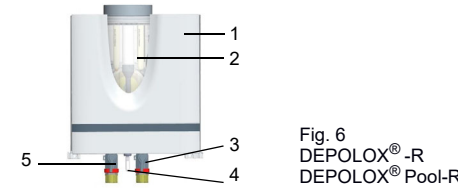

Fig. 6
- Bevor der Zellenkörperdeckel abgenommen wird, muss bei der druckfesten Ausführung immer zuerst der Gegendruck im Zellenkörper über die Entleerung/Probeentnahme (Fig. 6 - 4) abgelassen werden.
- 1 Absperrkugelhahn am Messwasserzulauf (Fig. 6 - 5) schließen.
- 2 Bei der druckfesten Ausführung den Absperrkugelhahn am Messwasserablauf (Fig. 6 - 3) schließen.
- 6 Absperrkugelhahn am Messwasserzulauf (Fig. 6 - 5) wieder öffnen.
- 7 Bei der druckfesten Ausführung Absperrkugelhahn am Messwasserablauf (Fig. 6 - 3) wieder öffnen.
- 3 Die Entleerungsschraube an der Probeentnahme-Einheit (Fig. 6 - 4) öffnen und Zellenkörper entleeren.
- 5 Wenn der Zellenkörper (Fig. 6 - 2) leer ist, Entleerungsschraube (Fig. 6 - 4) wieder schließen.
- 6 Gehäuseabdeckung des Durchfluss-Moduls (Fig. 6 - 1) abnehmen.
- 12 Absperrkugelhahn am Messwasserzulauf (Fig. 6 - 5) wieder öffnen.
- 13 Bei der druckfesten Ausführung Absperrkugelhahn am Messwasserablauf (Fig. 6 - 3) wieder öffnen.
- 14 Gehäuseabdeckung des Durchfluss-Moduls (Fig. 6 - 1) wieder aufsetzen.
- Before the cell body cover is removed, the back pressure in the cell body must always be released via the drainage/sampling (Fig. 6 - 4) in the pressurised version.
- 1 Close the shut-off ball valve on the sample water inlet (Fig. 6 - 5).
- 2 On the pressurized version, close the shut-off ball valve on the sample water outlet (Fig. 6 - 3).
- 6 Open the shut-off ball valve on the sample water inlet (Fig. 6 - 5) again.
- 7 For the pressurised version, reopen the shut-off ball valve on the sample water outlet (Fig. 6 - 3).
- 3 Open the drain screw on the sample extraction unit (Fig. 6 - 4) and empty the cell body.
- 5 When the cell body (Fig. 6 - 2) is empty, close the drain screw (Fig. 6 - 4) once more.
- 6 Remove the housing cover of the Flow Cell Module (Fig. 6 - 1).
- 12 Open the shut-off ball valve on the sample water inlet (Fig. 6 - 5) again.
- 13 For the pressurised version, reopen the shut-off ball valve on the sample water outlet (Fig. 6 - 3).
- 14 Refit the housing cover of the Flow Cell Module (Fig. 6 - 1).
- Avant de retirer le couvercle du corps de la cellule, il faut toujours commencer par évacuer la contre-pression dans le corps de la cellule par la vidange/le prélèvement d'échantillons (Fig. 6 - 4) pour la version pressurisée.
- 1 Fermer le robinet à bille d'arrêt du circuit d'amenée en eau d'échantillon (Fig. 6 - 5).
- 2 Fermer le robinet à bille de l'évacuation de l'eau d'échantillonnage (Fig. 6 - 3) sur la version pressurisée.
- 6 Ouvrir à nouveau le robinet sphérique d'arrêt sur l'arrivée d'eau de mesure (Fig. 6 - 5).
- 7 Pour le modèle résistant à la pression, rouvrir le robinet sphérique d'arrêt à l'écoulement de l'eau de mesure (Fig. 6 - 3).
- 3 Ouvrir la vis de unité de prélèvement (Fig. 6 - 4) et vider le corps de cellule.
- 5 Refermer la vis de prélèvement d'eau d'échantillon (Fig. 6 - 4) une fois le corps de cellule (Fig. 6 - 2) vide.
- 6 Déposer le couvercle du module de la cellule de mesure (Fig. 6 - 1).